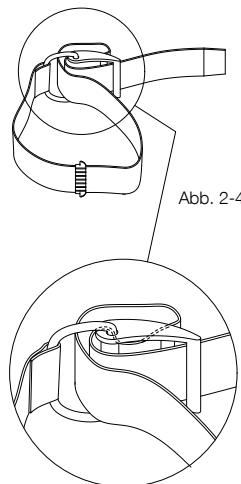

Abb. 2-5
2. Wenn das Tarierjacket eine harte Rückentrage hat, richten Sie die Vertiefung (S) der Rückentrage an der oberen Rundung des Tanks (Abb. 2-6) aus und legen Sie das Schnellabwurfband (W1) (Abb. 2-5 und 2-7) um den Tank.
3. Schließen Sie den Spannbügel (C) (Abb. 2-7). Wenn das Band zu straff oder zu lose ist, öffnen Sie das Klettband und den Spannbügel, um die Länge (Abb. 2-5) des Schnellabwurfbands (W1) anzupassen. Führen Sie für zusätzliche Sicherheit die Schlaufe (SL) (Abb. 2-5) um das Bandende (T). Verwenden Sie bei Tarierjackets mit harten Rückentragen zum Hochheben der Einheit mit befestigtem Tank den Griff der Rückentrage.